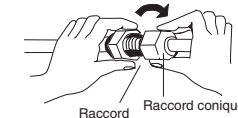

Fig. 5-5
- (3) Pour une bonne connexion, aligner le tube raccord et le tube évasé droit entre eux, puis visser d'abord légèrement l'écrou évasé pour obtenir un bon accouplement. (Fig. 5-5)